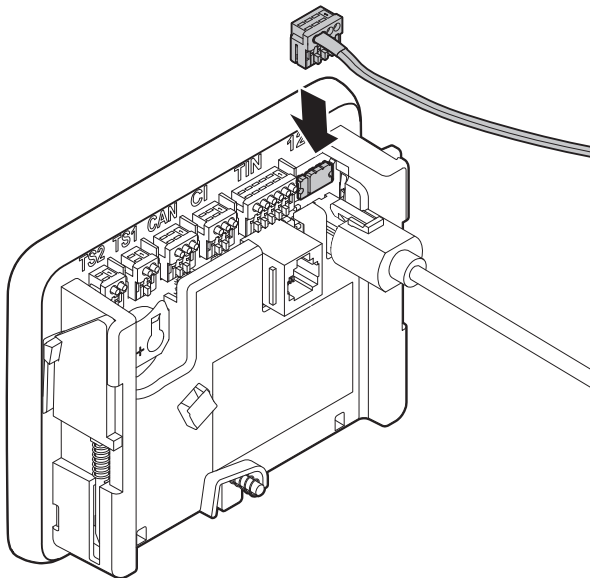

Fig. 10
- Inserte el enchufe del cable del panel (Fig. 10) en el panel cuidadosamente desde arriba y teniendo cuidado de no doblar el cable.